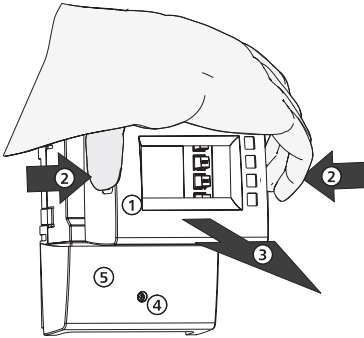

Abb. 1: Frontblende entfernen
- Frontblende ① an seitlichen Griffrielen ② und nach vorne abziehen ③ (Abb. 1).
1. Schraube ④ lösen (Abb. 1).
2. Klemmenabdeckung ⑤ abnehmen.